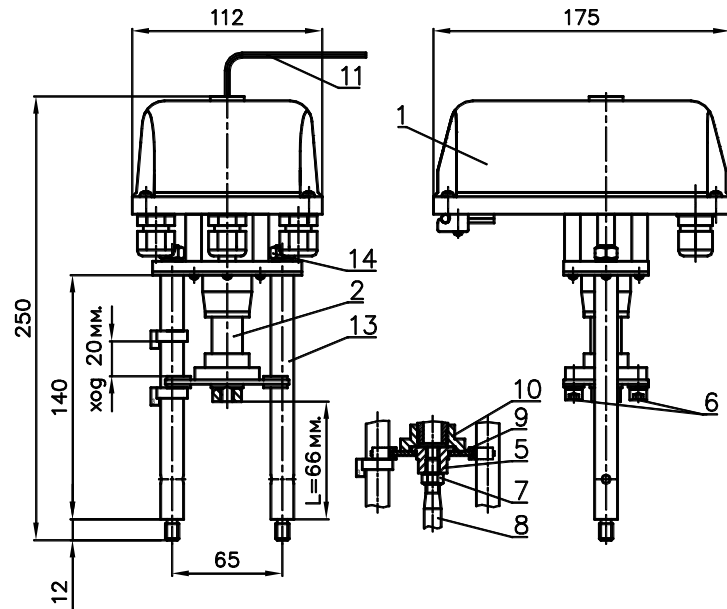

Рисунок 1. ВЭП-135М
- электропривод (рисунок 1 – позиция 1);
- винтовая передача (рисунок 1 – позиция 2).